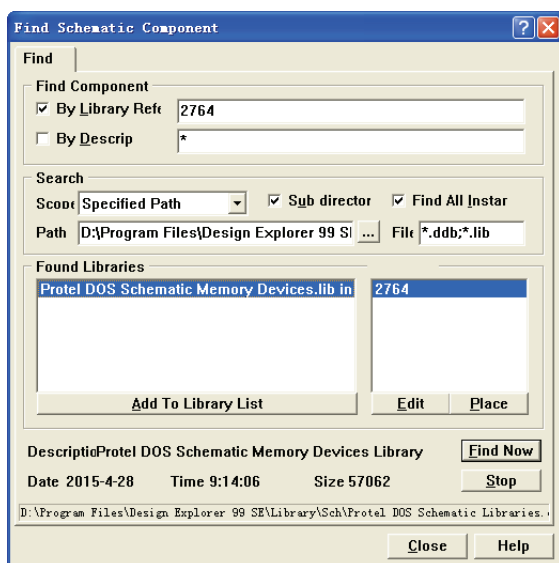
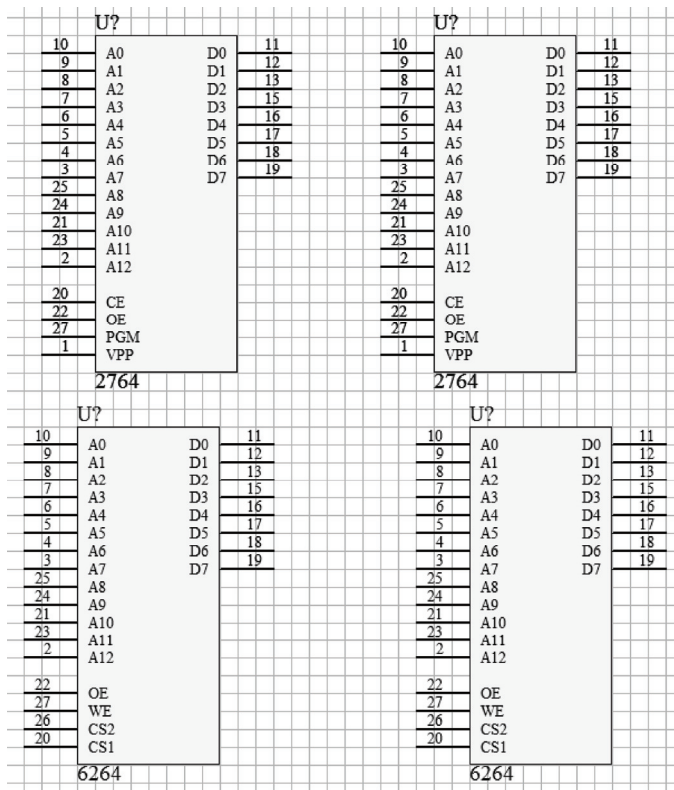

图 4-129 “Find Schematic Component” 对话框
图 4-130 放置元件后的图纸
(2) 在文本框输入元件名“6264”,单击 **Find Now** 按钮,系统将在设置的搜索范围内查找元件,在“Found Libraries”栏中显示查找结果。
(3) 单击 **Add To Library List** 按钮,将元件所在元件库加载到元件库管理器中。
(4) 单击 **Place** 按钮，在工作区放置 4 个存储器元件。
(5) 使用同样的方法查找元件 “2764”，结果如图 4-129 所示，并将其放置到原理图中，放置元件后的图纸如图 4-130 所示。